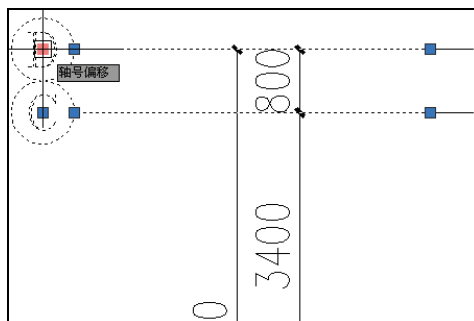

图 2-92 移动结果
10) 轴号偏移。选中轴号标注, 将鼠标指针置于轴号圆圈中间的夹点上, 此时夹点变成红色, 结果如图 2-92 所示。